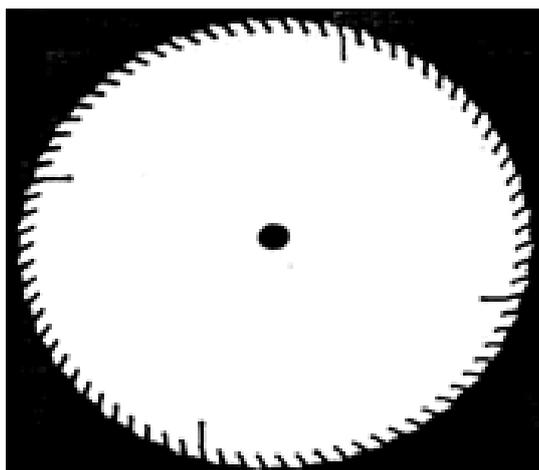

Рис. 5 Пила для резки фанеры
4. Пила для резки фанеры: используется для резки фанеры или шпона. Пила 300мм для резки фанеры имеет 60-80 зубьев, резкое чередование верхнего заострения профиля зуба и очень небольшие углубления между зубьями. См. Рис. 5.